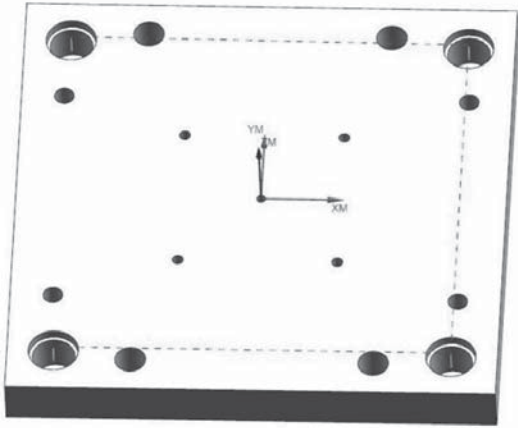

图 4-1-39 刀轨预览
(4) 在“工具”设置中，把刀具设置为“C41(沉头孔)”选项，单击  (生成) 图标，预览刀路，如图 4-1-39 所示。